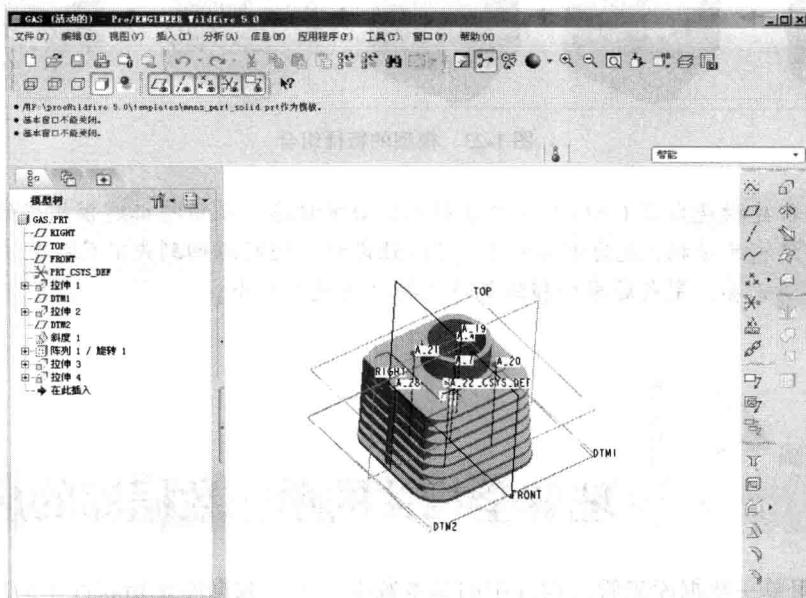

图 1-21 模型及模型树
- 从左侧的模型树窗口中查看模型的特征构成，可见该模型上依次创建了一组拉伸特征、斜度特征以及阵列特征，如图 1-21 所示。